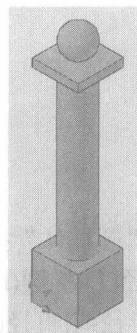

图 2-8 创建立柱模型
**7** 现在本实例就全部绘制完成了，完成后的效果如图 2-8 所示。如果读者在制作本实例时遇到什么问题，可以打开本书光盘附带的“实例 1~10：几何形体创建/实例 2：创建立柱模型.dwg”文件进行查看，这是本实例完成后的文件。